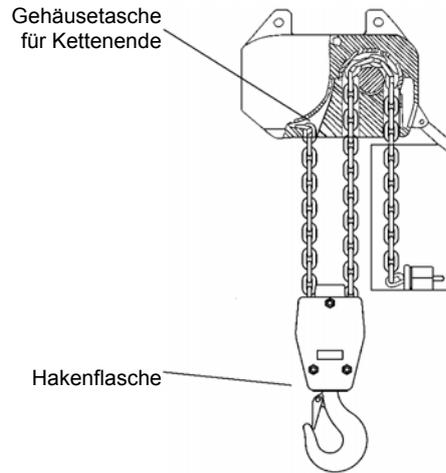

Bild 9 Lastkette zweisträngige Ausführung
Aus Materialfestigkeitsgründen ist bei diesen Modellen die Gehäusetasche zum Einhängen des Kettenendstückes (siehe Bild 9) entfernt worden.
4. Das aus der Hakenflasche herausgezogene Kettenende entsprechend Bild 9 oder Bild 18 flach in die Gehäusetasche des Kettenzuges einlegen.